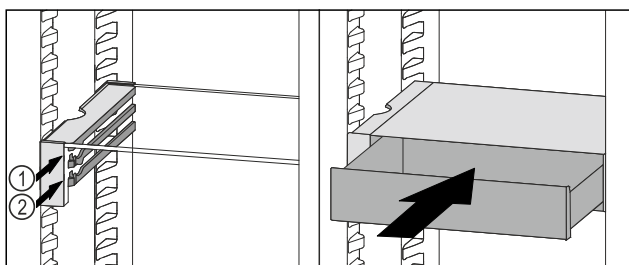

Fig. 59
- ▶ Nasadte zásuvku VarioSafe za zarážky na požadovaném žebro Fig. 59 (1) nebo Fig. 59 (2).